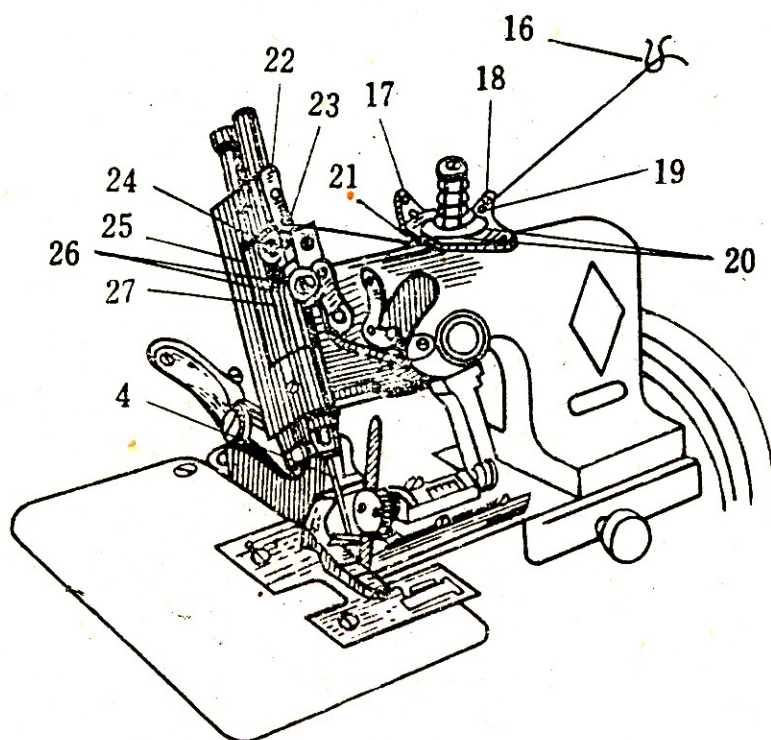

图 6
6. 机针穿线方法(参阅图6)
6. Threading the Needle (see Fig. 6)